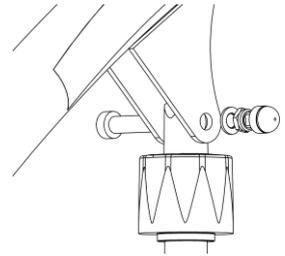

Fig. 1.6E
4. Setzen Sie die Kolbenstange des Motors in den Hebearm ein. Verwenden Sie einen Inbuss- und Schraubenschlüssel zum Festziehen des Bolzens/der Mutter (Fig. 1.6E). Setzen Sie die Schutzabdeckung auf die Mutter.